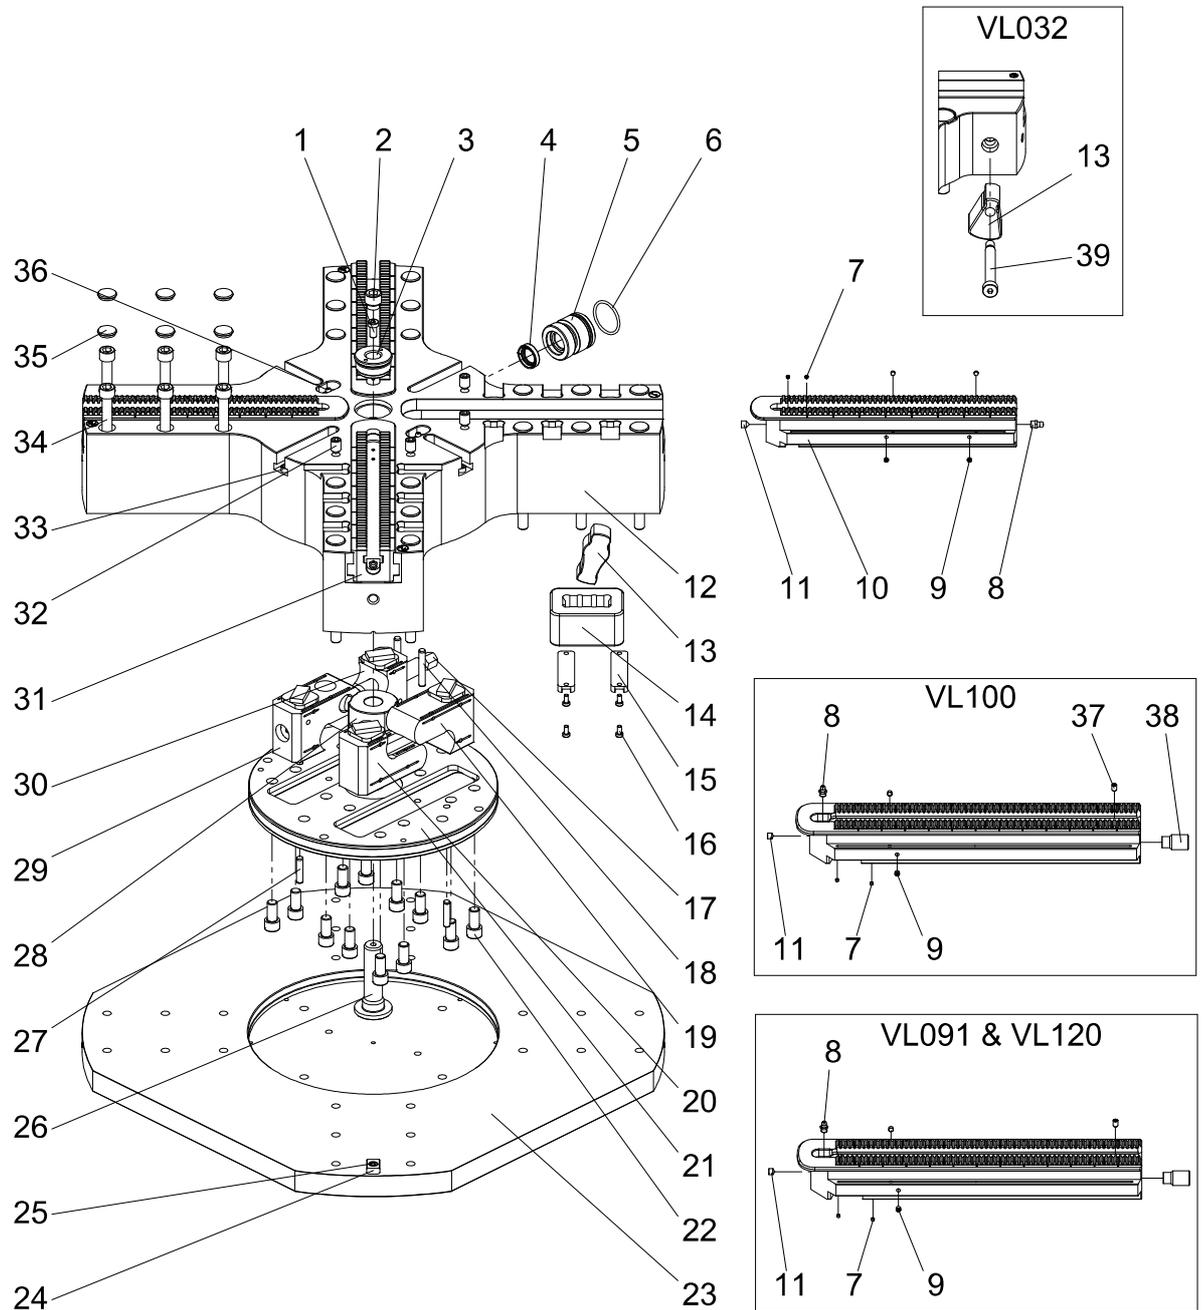

Fig. 8-1: Piezas de repuesto para INOFlex® VL032 – VL120
- Paso 1** Busque la pieza de repuesto que necesita con ayuda de la Fig. 8.1 o 8.2.